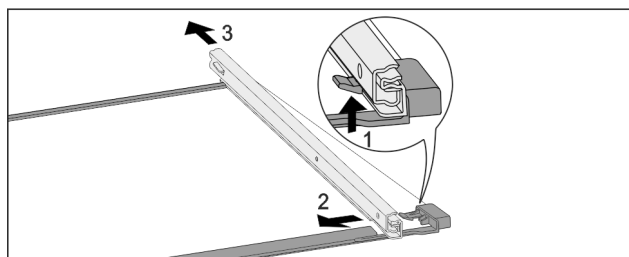

Fig. 164 Sklenená doska s kolajničkami
- ▶ Potlačte predný západkový hák nahor. Fig. 164 (1)
- ▶ Odsuňte vyťahovaciu kolajničku do strany Fig. 164 (2) a dozadu Fig. 164 (3).